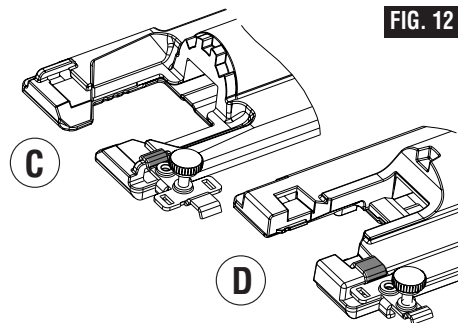

FIG. 12
Une extrémité de la bride de fixation est utilisée pour attacher la barre du guide aux scies sauteuses qui ont des sommets étroits sur leurs fentes de montage de la plaque d'assise (C) et l'autre extrémité est utilisée pour attacher la barre du guide aux scies sauteuses qui ont des sommets larges sur leurs fentes de montage de la plaque d'assise (D) (Fig. 12).